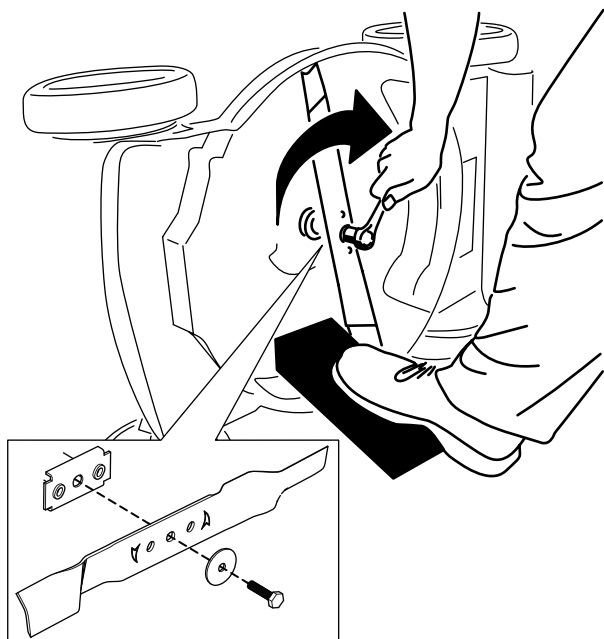

Figura 27
5. Instalați lama nouă în toate elementele de montare (Figura 27).